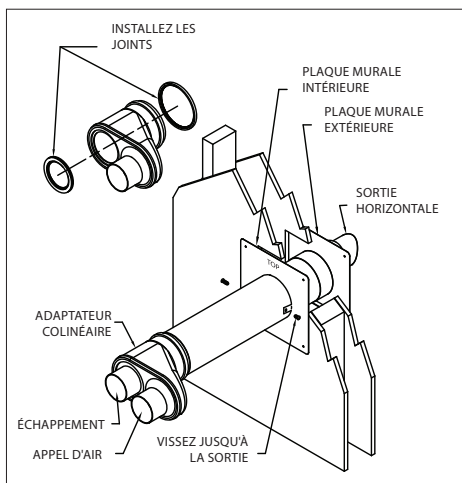

Figure 24
- En cas d'utilisation d'un adaptateur PolyPro à paroi simple vers PolyPro Concentric, installez les joints d'étanchéité comme indiqué dans **Fig. 24** avant de raccorder le conduit d'évacuation.
- En cas d'utilisation d'un adaptateur PolyPro à paroi simple vers PolyPro Concentrique, installez les joints d'étanchéité comme indiqué dans **Fig. 24** avant de raccorder le conduit d'évacuation.